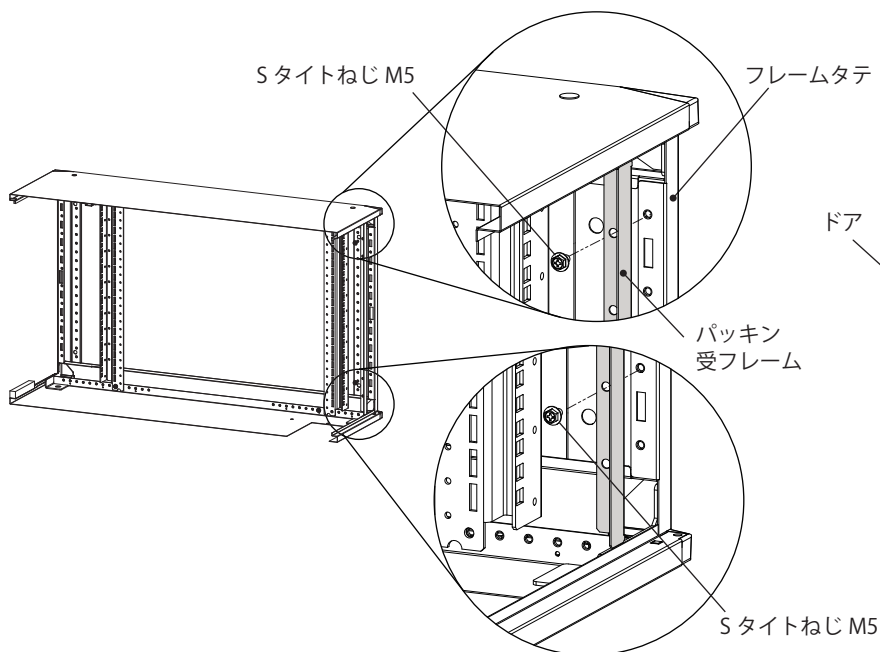

図 4
2. 右側のフレームタテにあるパッキン受フレームの S タイトねじ M5 (2 か所) を取り外してください。(図 4)